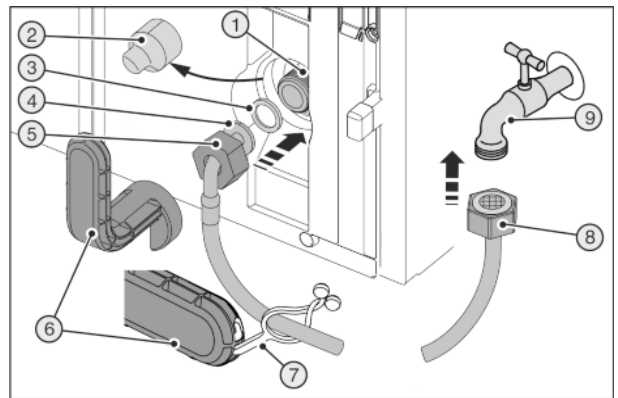
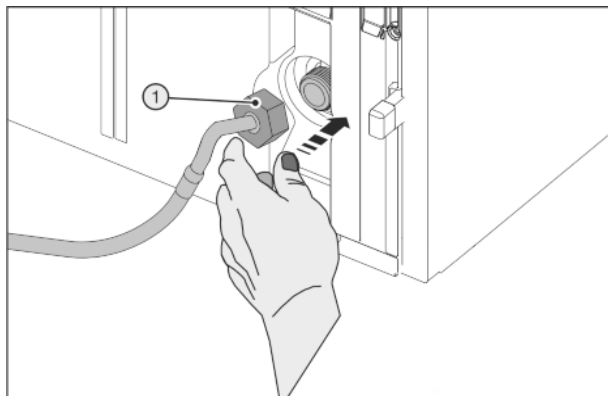

Fig. 28
Fig. 29
Zerbrochenes Hilfswerkzeug Fig. 28 (6)!
- ▶ Hilfswerkzeug Fig. 28 (6) ausschließlich bei Raumtemperatur verwenden.
- ▶ Abdeckung Fig. 28 (2) abziehen.
- ▶ Erleichterte Montage: Gerades Schlauchende Fig. 28 (8) nach links auf den Boden auslegen.
- ▶ Mutter Fig. 28 (5) über abgewinkeltes Schlauchende Fig. 28 (4) bis zum Ende schieben und festhalten.
- ▶ Dichtung Fig. 28 (3) befeuchten und in Mutter Fig. 28 (5) andrücken.
- ▶ Dichtung Fig. 28 (3) liegt flach an und wird leicht gehalten.
- Mutter Fig. 29 (1) vorsichtig ansetzen und mit zwei Fingern gerade auf Gewinde schrauben, bis ein sicherer Sitz erreicht ist.
- Mutter Fig. 29 (1) mit Hilfswerkzeug Fig. 28 (6) im Uhrzeigersinn festziehen bis maximales Drehmoment erreicht ist und Hilfswerkzeug Fig. 28 (6) überdreht.
- Mutter Fig. 28 (8) auf Absperrhahn Fig. 28 (9) schrauben.
- Mutter Fig. 28 (8) mit Hilfswerkzeug Fig. 28 (6) im Uhrzeigersinn festziehen bis maximales Drehmoment erreicht ist und Hilfswerkzeug Fig. 28 (6) überdreht.
- Absperrhahn Fig. 28 (9) der Wasserzuführung öffnen und gesamtes Wassersystem auf Dichtigkeit prüfen.
- Lasche Fig. 28 (7) in Hilfswerkzeug Fig. 28 (6) einhaken und zur Aufbewahrung am Edelstahlschlauch befestigen.